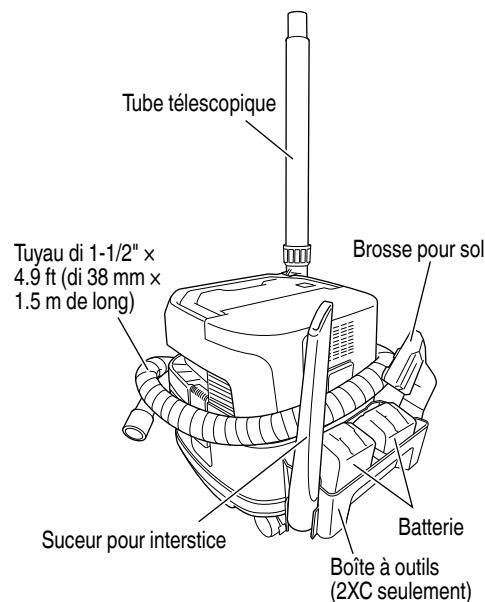

Fig. 26
(5) Lorsque l'appareil est rangé (Fig. 26)